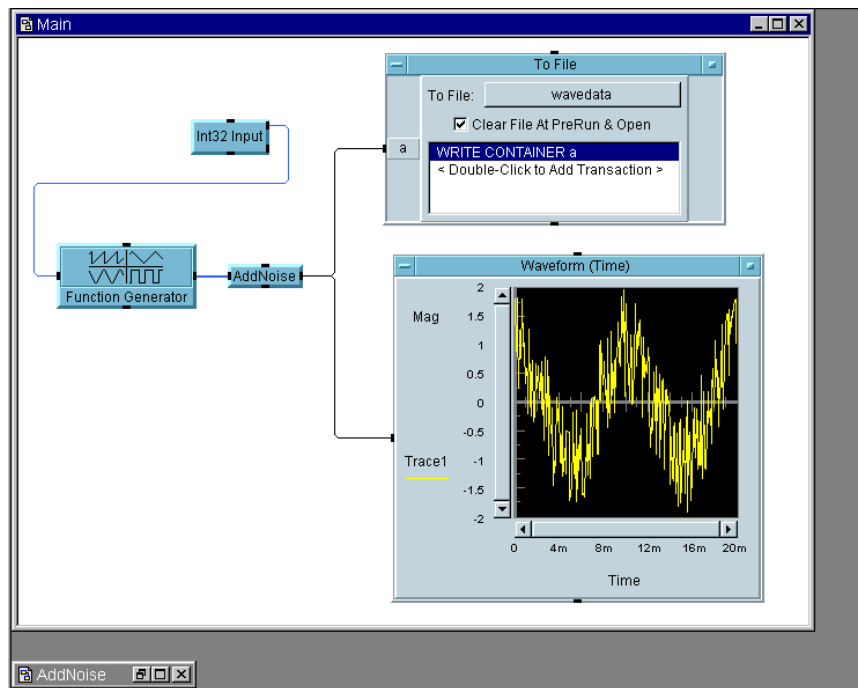

図 2-11. To File オブジェクトの追加
4. AddNoise UserObject のデータ出力ピンを To File のデータ入力ピンに接続します。プログラムは図 2-11 のように表示されます。